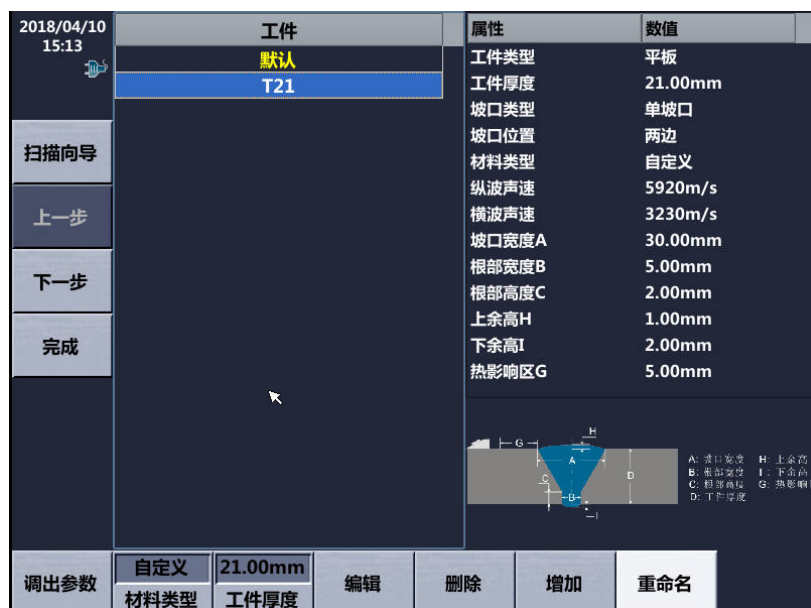

图 3-1 参数及工件选择
- 1) 在通用超声成像桌面菜单下选择“扫描向导”进入向导界面,如图 3-1 所示。本步骤用于参数回调、编辑选择工件。设置完成后点击“下一步”进入步骤 2)。